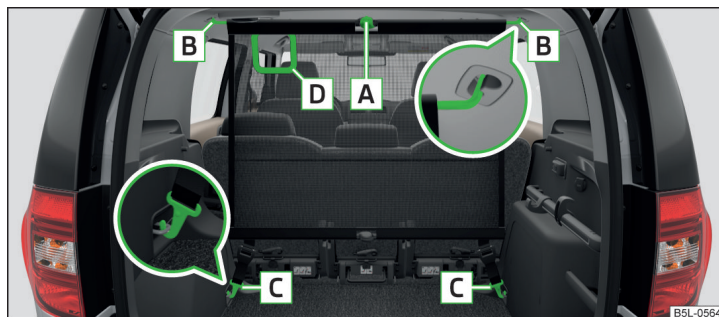

Fig. 106 Filet de séparation derrière les sièges arrière
- Appliquez la tige transversale dans le logement **B** » fig. 106 d'abord sur un côté et poussez-la vers l'avant. Appliquez la tige transversale de la même manière dans le logement **B** de l'autre côté.
- Appuyez sur la touche rouge de la charnière **A** » fig. 106. La charnière se débloque.
L'ouverture **D** » fig. 106 dans le filet de séparation est prévue pour faire passer la ceinture de fixation trois points » page 15.